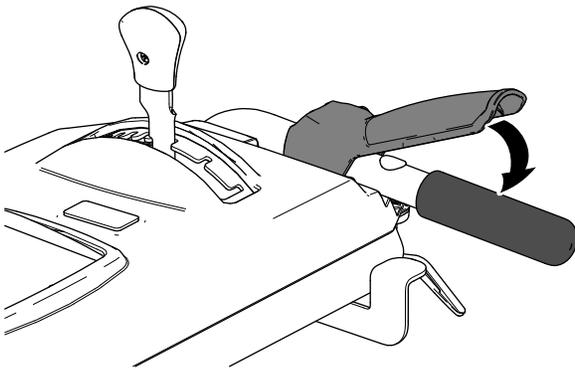

Figura 19
3. Engrane el cepillo apretando lentamente la palanca del cepillo (derecha) contra la empuñadura (Figura 19).